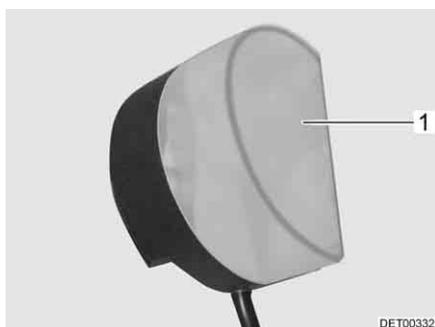

Bild 279 Kleiderschrankleuchte
- Leuchtenabdeckung (Bild 279, 1) leicht zusammendrücken und abnehmen.